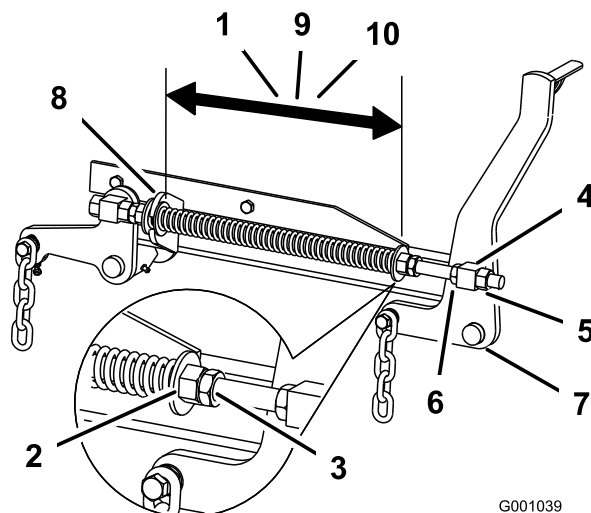

Figura 100
cortador de 132 cm, 26,7 para plataformas de cortador de 152 cm ou 29,2 cm para plataformas de cortador de 182 cm (Figura 100).
3. Ajuste esta distância desapertando a porca de bloqueio da mola e rodando a porca em frente de cada mola (Figura 100).
4. Bloqueie a porca na posição apertando a porca de bloqueio da mola (Figura 100).